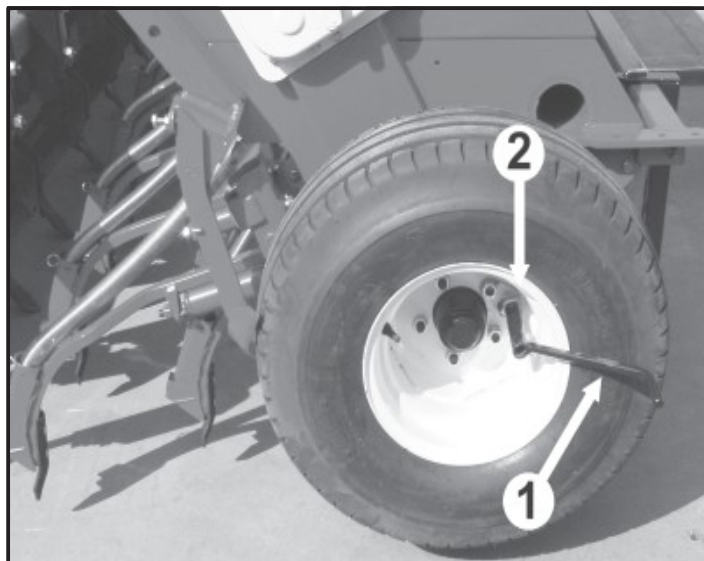

fig. 15
**3)** Mettere la manovella (1, fig. 15) nell'alloggiamento (2, fig. 15) posto nella ruota destra. Fare alcuni giri in senso di marcia per caricare i distributori, quindi svuotare il vassoio nella tramoggia ed iniziare la prova di semina.